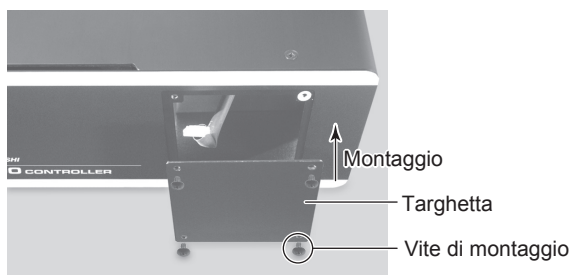

Fig. 23
- (5) Montare la targhetta usando le 4 viti di montaggio (Fig. 23).